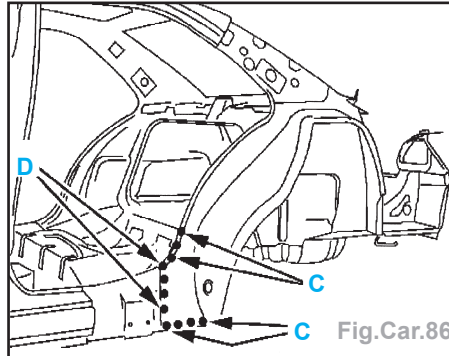

Fig.Car.86
- Souder par points électriques suivant **C** (avec l'équipement : **AB1**) (Fig.Car.86).